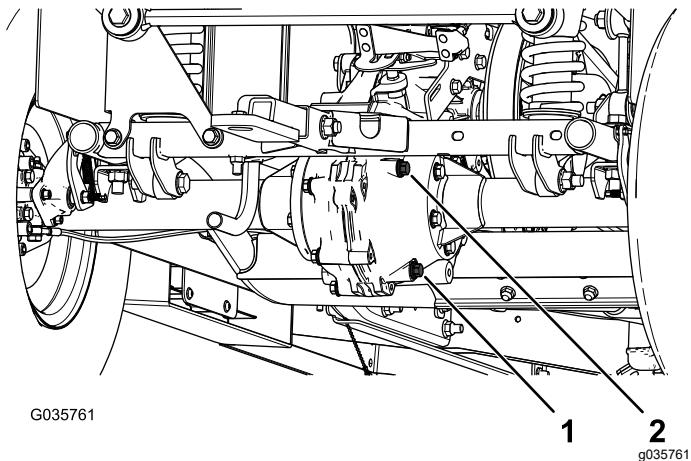

Рисунок 56
4. Снимите пробку заливного отверстия в коробке передач (Рисунок 56).
5. Если уровень жидкости низкий, снимите пробку заливного отверстия и доливайте жидкость указанного типа до тех пор, пока она не начнет вытекать из отверстия (Рисунок 56).
1. Подставьте под пробку сливного отверстия сливной поддон (Рисунок 56).
2. Снимите пробку заливного отверстия и уплотнение (Рисунок 56).
3. Снимите пробку сливного отверстия и уплотнение и дайте рабочей жидкости полностью стечь (Рисунок 56).